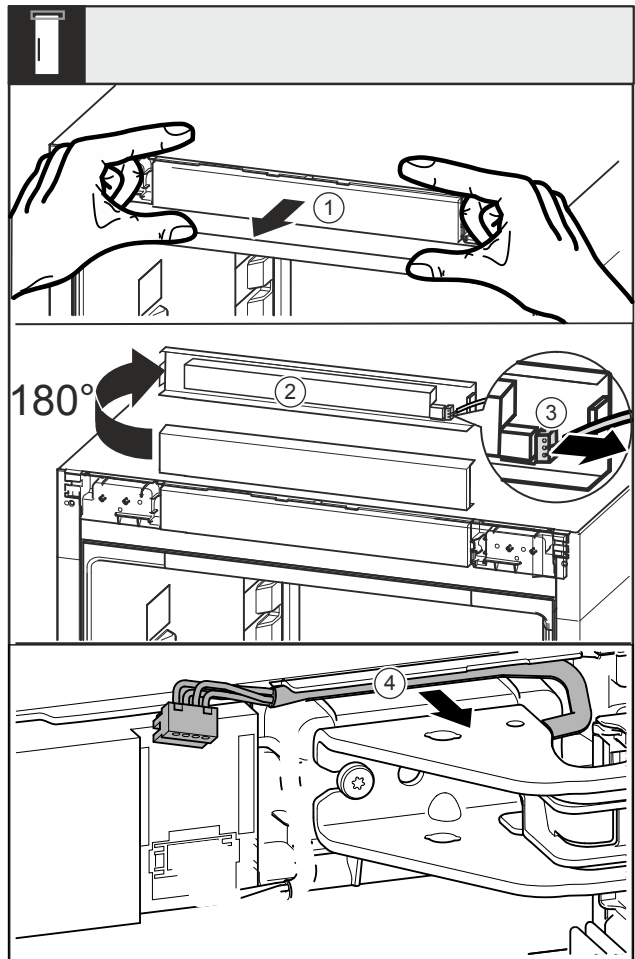

Fig. 17
- Allentare la maschera Fig. 17 (1) in avanti.
- Ruotare la maschera Fig. 17 (2) verso l'alto di 180°.
- Spingere il naso di arresto sulla spina Fig. 17 (3) all'indietro ed estrarre con cautela la spina.
- Allentare il cavo Fig. 17 (4) dalla guida passando attraverso il blocco di supporto.